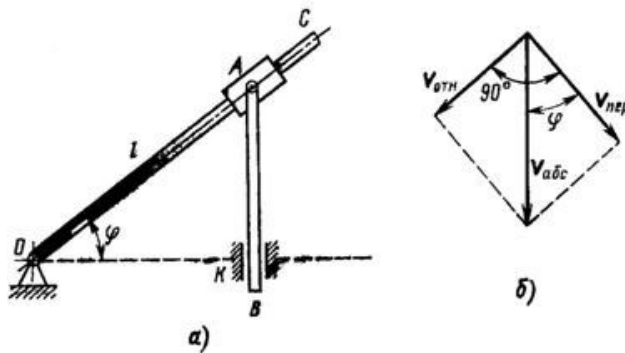

Рисунок 18
1. В кулиском механизме (рис. 18, а) кулиса ОС качается вокруг оси О, перпендикулярной плоскости чертежа. Ползун А перемещается вдоль